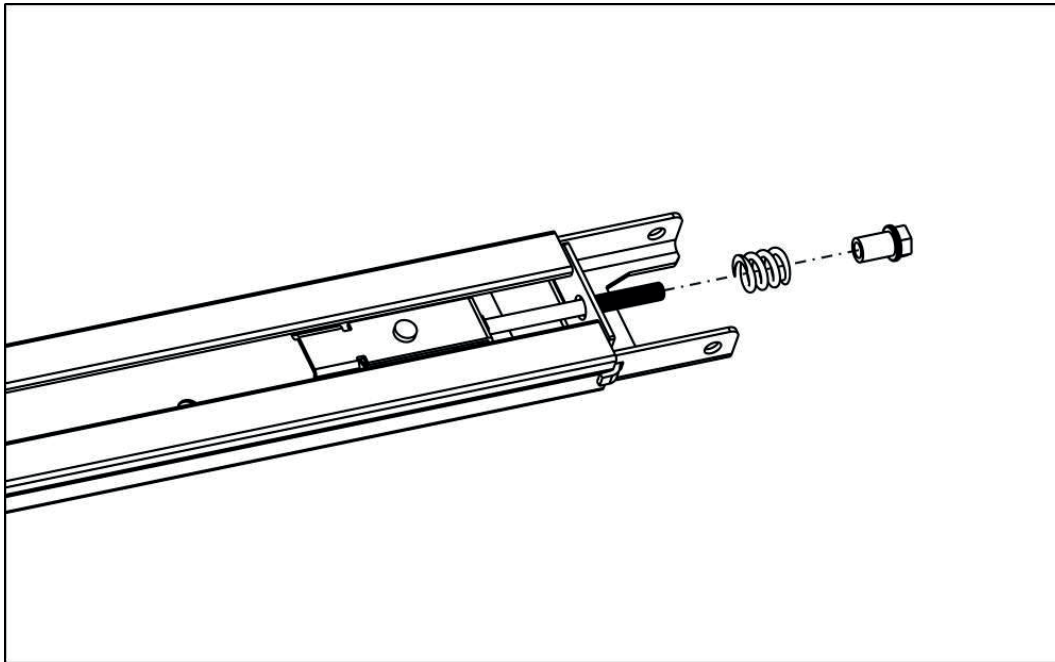

Fig. 10
5. Comme Fig.10, dévisser l'écrou et le ressort;